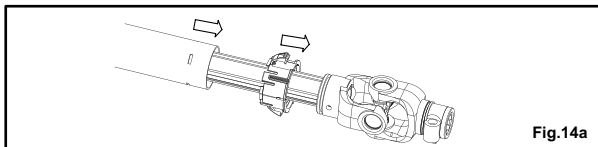
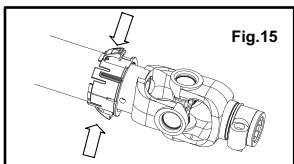

Fig. 14a
Fig. 15
- 3) Inserire la ghiera nell'apposita sede sulla ganascia interna dell'albero e contemporaneamente fate combaciare inserendoli i quattro denti della ghiera con le quattro asole praticate sul tubo in plastica della protezione. (Fig. 14a e Fig. 15).
- 3) Insérer la bague dans son logement sur la mâchoire interne de l'arbre et en même temps faire coïncider et insérer les 4 ergots de la bague avec les 4 orifices situés sur le tube plastique du protecteur (Fig.14a et Fig.15),